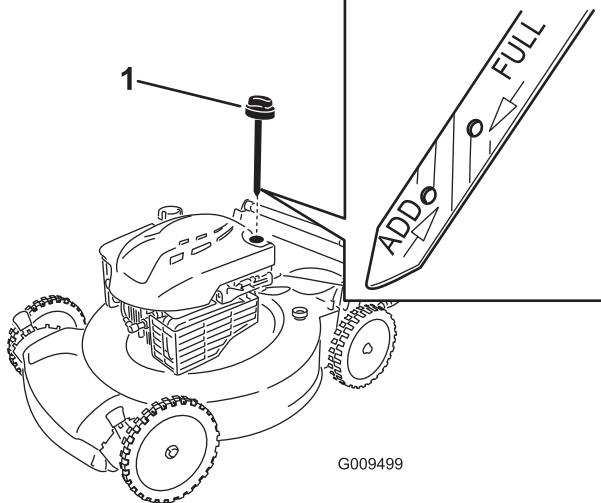

Figure 5
5. Sortez de nouveau la jauge et vérifiez le niveau d'huile ; voir Figure 5.
2. Retirez la jauge (Figure 5) et versez de l'huile dans le tube de remplissage pour remplir le carter moteur aux 3/4.